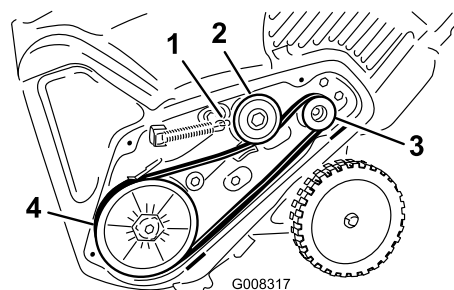

Figure 27
5. Montez et acheminez la nouvelle courroie comme indiqué à la Figure 27.
8. Raccrochez le ressort de frein au bras de la poulie de tension (Figure 27).